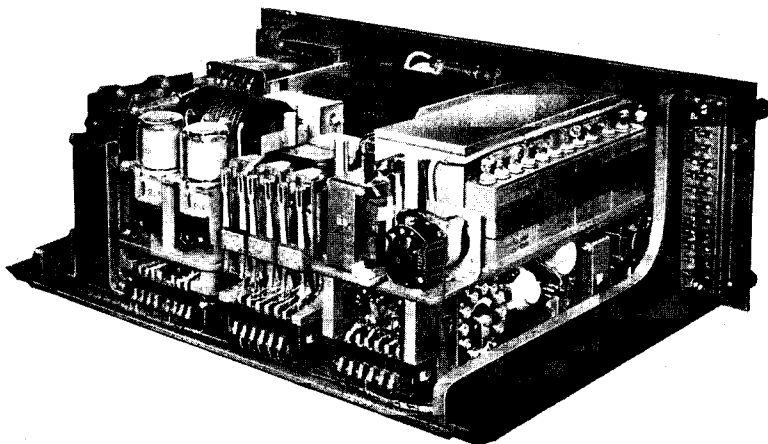

Abb. 30: Netzteil, Rückansicht bei abgenommenen Abschirmhauben
Abb. 30 gibt die Rückansicht dieses Schubkastens wieder.
4. Tonfrequente Durchschaltung (s. Abb. 30)